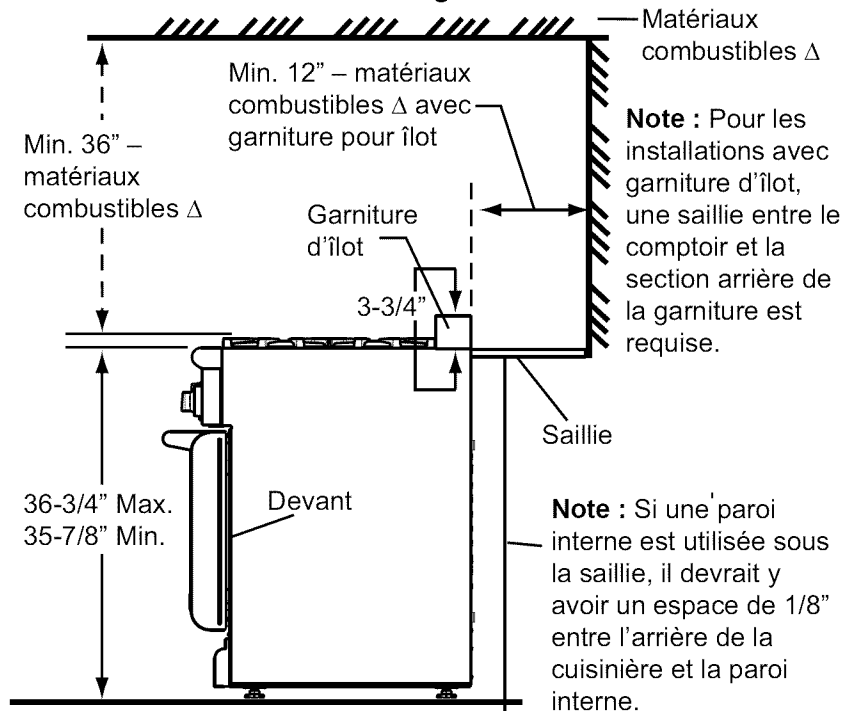

Figure 2 : Vue latérale
2. Les cuisinières de 36 po peuvent être encastrées entre les armoires au-delà de l'avant du four (Figure 2). Les modèles de 30 et 48 pouces ne sont pas conçus pour être alignés avec les armoires.
5. Si la distance entre un matériau combustible Δ et le bord arrière de la cuisinière au-dessus de la table de cuisson est de moins de 30,5 cm (12 po), il est obligatoire d'installer un dossier bas ou une tablette à casserole Thermador (Figure 2). Lorsque l'espace libre entre la cuisinière et le matériau combustible Δ est de plus de 12 po, la garniture d'îlot Thermador peut être utilisée. La Figure 2 indique l'espace libre nécessaire pour chaque type de dossier.
- Le poids approximatif de la cuisinière à l'expédition est indiqué au Tableau A. Il est recommandé d'enlever les grilles des brûleurs, la plaque de cuisson, les chapeaux des brûleurs et les grilles du four pour faciliter la manutention. Il est également recommandé d'enlever la porte du four (consultez le « Chapitre 8 : Retrait et installation de la porte » de la page 20). Le poids de l'appareil s'en trouvera diminué, comme indiqué au Tableau A, et permettra au four de passer dans les cadres de porte de 30". Consultez la Figure 2 de la page 8. **N'ôtez pas la plaque de cuisson et les plateaux collecteurs.**